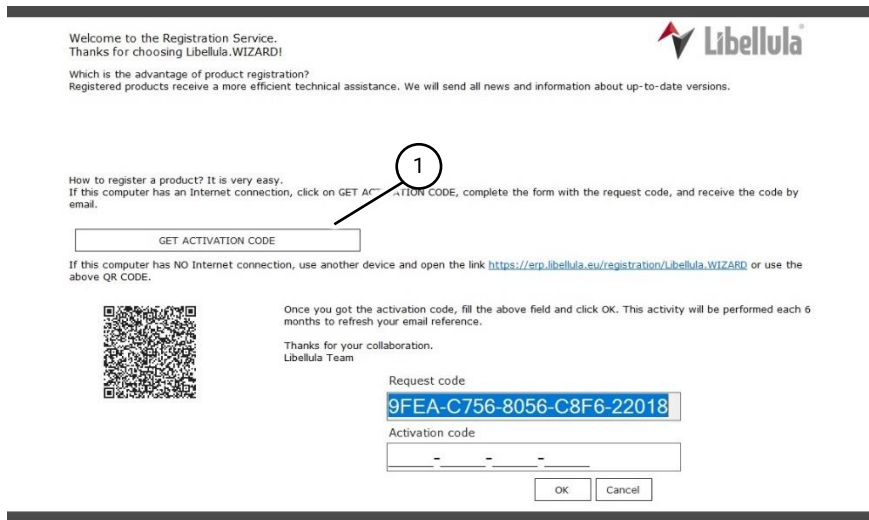

Fig 33 Écran d'activation SwiftCAM
4. Sélectionnez "Obtenir le code d'activation" (Fig 33 (1)).